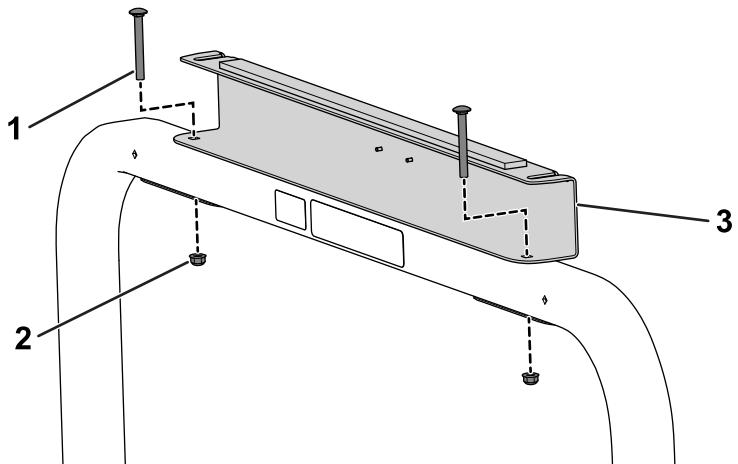

Figura 27
5. Utilizzate 2 bulloni a testa tonda (5/16 x 2¾") e 2 dadi flangiati (5/16") per fissare il supporto posteriore del tettuccio e la griglia posteriore sul roll bar (Figura 27).